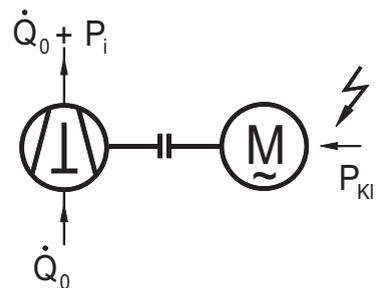

Abb. 2.6 Energiefluss beim offenen Verdichter
53. Abbildung 2.6 zeigt einen offenen Verdichter, der von einem Elektromotor angetrieben wird. Der Antrieb erfolgt über starre Kupplung oder Keilriemen. Der Elektromotor nimmt aus dem Netz die Klemmenleistung P_{KI} auf. Der Verdichter nimmt mit dem Sauggas die Kälteleistung \dot{Q}_0 auf und gibt über die Druckleitung die Verflüssigungsleistung \dot{Q}_c ab, die sich in erster Näherung aus der Kälteleistung \dot{Q}_0 und der indizierten Verdichtungsleistung $P_i = \frac{P_{is}}{\eta_i} = \frac{m_R \cdot (h_2 - h_1)}{\eta_i}$ zusammensetzt.